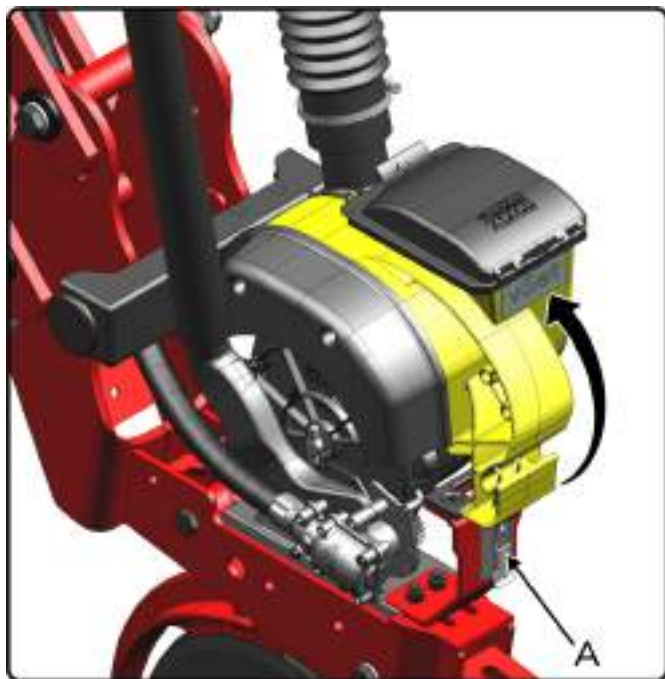

fig. 74
- 1- Solte o grampo de fixação (A) (fig. 74).
- 12- Monte a estrutura do dosador na linha, e prenda novamente com o grampo de fixação (A) (fig. 74).